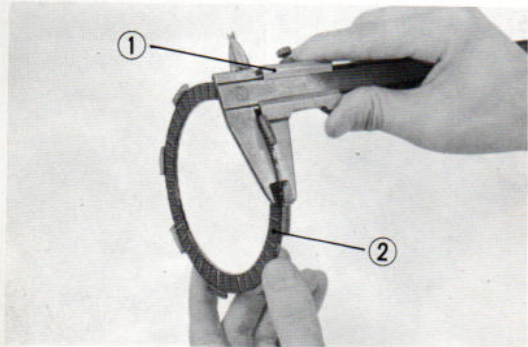

Fig. 67 ① Pied à coulisse ② Disque de friction
- 1) Disque de friction. (Fig. 67)